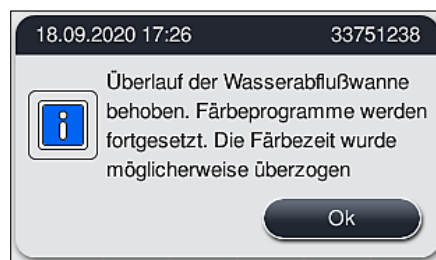

Abb. 123
- ✓ Wenn das gestaute Wasser abfließt, wird der Benutzer durch eine weitere Meldung (→ "Abb. 123") darauf hingewiesen, dass Färbeprogramme fortgesetzt werden können. Zum Fortsetzen **Ok** (→ "Abb. 123") drücken.
1. Wenn weitere Reinigungsversuche erfolgreich sind und die Blockierung beseitigt werden konnte, fällt der Wasserstand unter die kritische Marke. Der Benutzer wird durch eine Meldung (→ "Abb. 123") darauf hingewiesen, dass Färbeprogramme fortgesetzt werden können. Zum Fortsetzen **Ok** (→ "Abb. 123") drücken. Die Startfähigkeit der Programme wird angezeigt und die im Prozess enthaltenen Programme werden automatisch fortgesetzt.